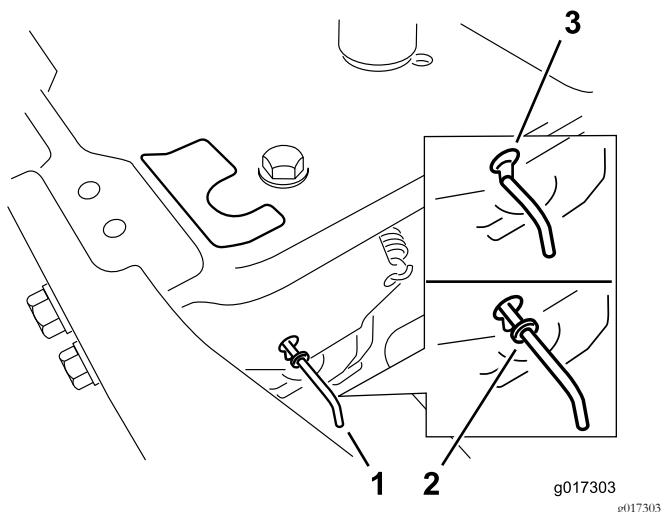

Figura 30
4. Spostate in avanti le leve di bypass attraverso il foro della chiavetta, quindi verso il basso per bloccarle in posizione (Figura 30).
Spostate indietro le leve di bypass attraverso il foro della chiavetta, quindi verso il basso per bloccarle in posizione, come illustrato nella Figura 30.